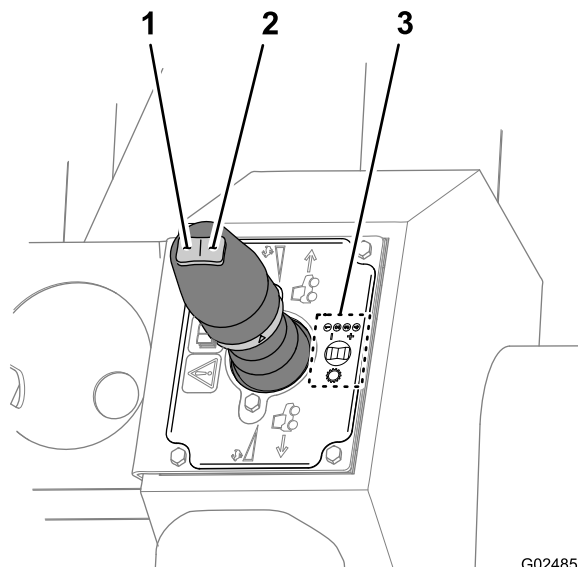

Bild 43
- Drücken Sie zur Auswahl eines niedrigeren Gangs die (linke) Taste für das Herunterschalten am Kippschalter (Bild 43).
- Drücken Sie zur Auswahl eines höheren Gangs die (rechte) Taste für das Hochschalten am Kippschalter (Bild 43).